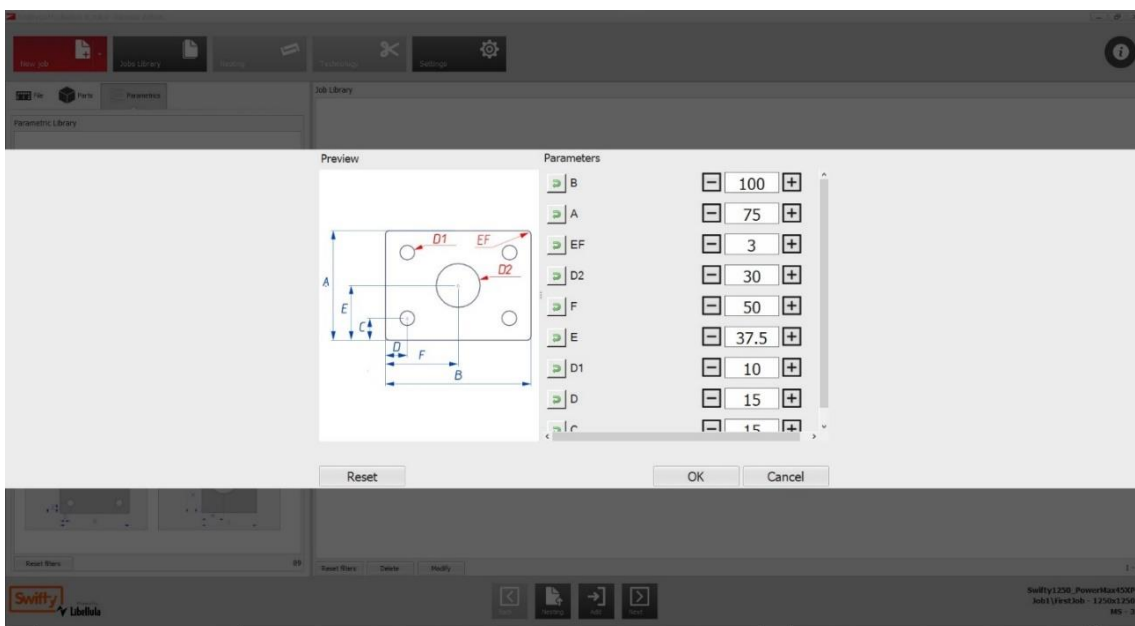

Fig. 54 Parameterpagina
3. Hierdoor wordt de parameterpagina weergegeven (Fig. 54).